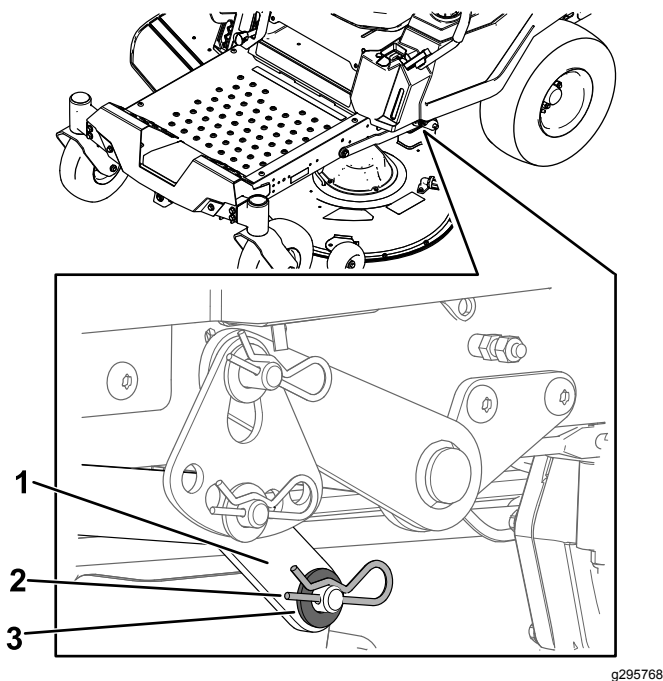

Bild 70
7. Entfernen Sie auf einer Seite der Maschine die Unterlegscheibe und den Splint vom Mähwerksstift (Bild 70).
6. Montieren Sie den Hubarm mit der Unterlegscheibe und dem Splint (Bild 70).
5. Heben Sie auf einer Seite der Maschine die Rückseite des Mähwerks an und montieren Sie den Hubarm am Mähwerksstift (Bild 70).